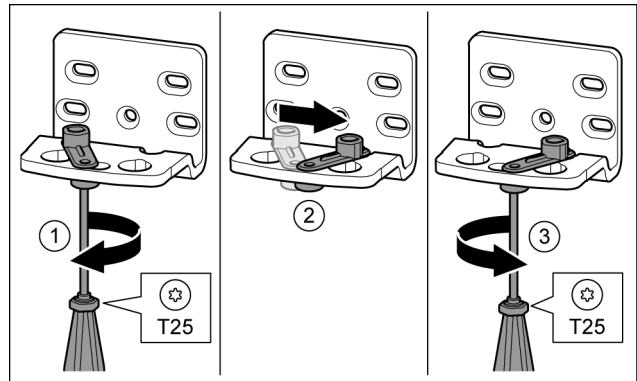

Fig. 12
- ▶ Skrutkovačom T25 voľne zaskrutkujte skrutku. Fig. 12 (1)
- ▶ Pomôcku na zatváranie dverí zdvihnite a otočte o 90° doprava v otvore. Fig. 12 (2)
- ▶ Skrutkovačom T25 pevne zaskrutkujte skrutku. Fig. 12 (3)